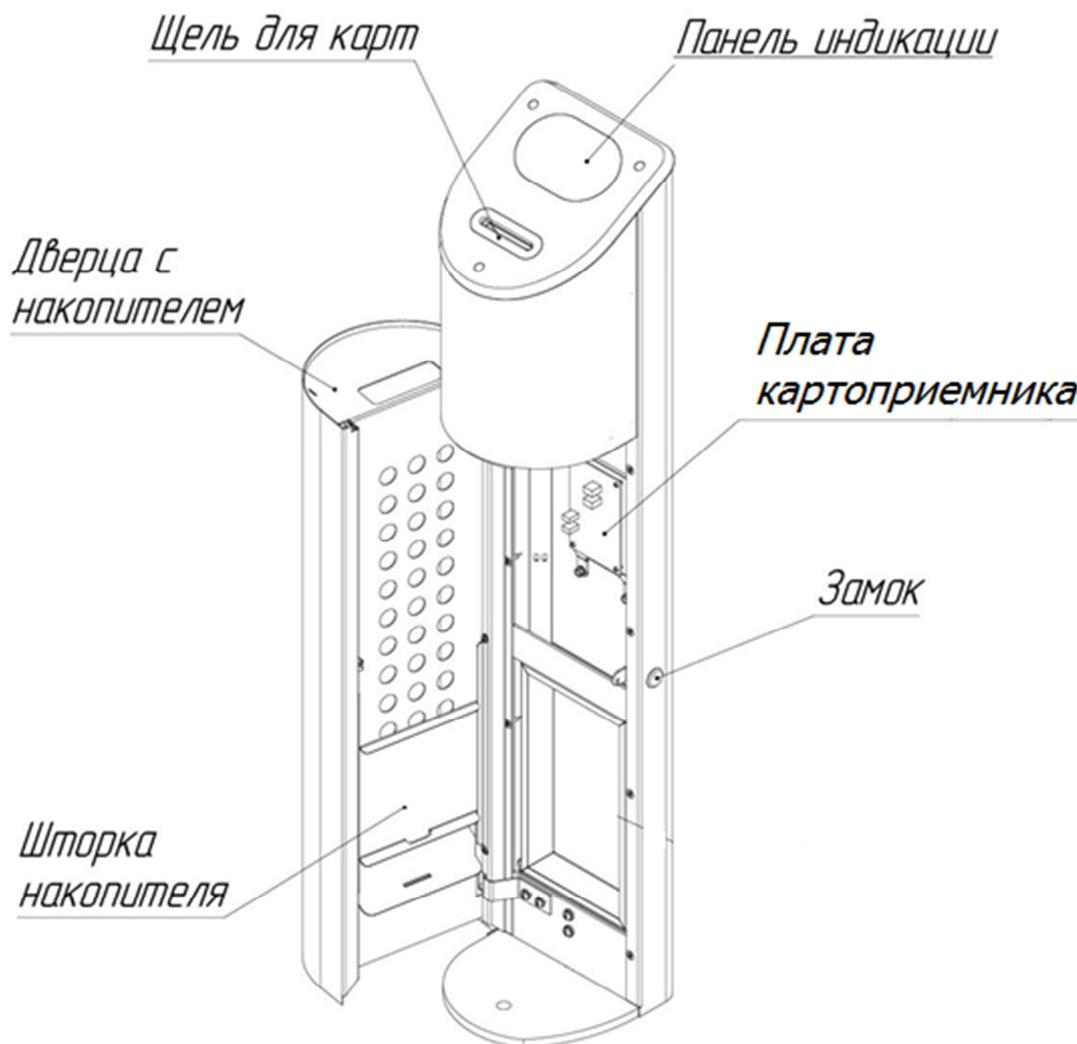

Рис. 14. . Общий вид картоприемника
В передней части корпуса расположена дверца с замком для быстрого доступа к изъятым картам и к плате картоприемника при подключении кабелей БП, ИУ и СКУД (рис. 14). Конструкция дверцы имеет в своём составе накопитель для карт.
Подключение БП, ИУ и СКУД осуществляется с помощью платы картоприемника. Для этого необходимо открыть дверцу стойки, используя ключ. На рис. 14 показано расположение платы на стойке картоприемника.
6.5.2. Сдвиньте панель индикации картоприемника до упора в направлении, указанном на рис. 14. Аккуратно поднимите панель.